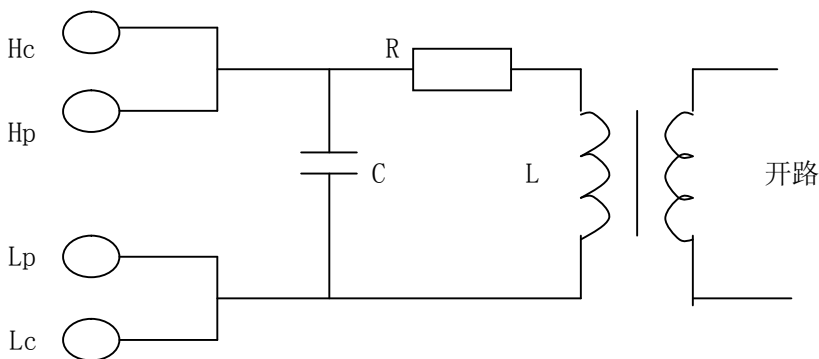
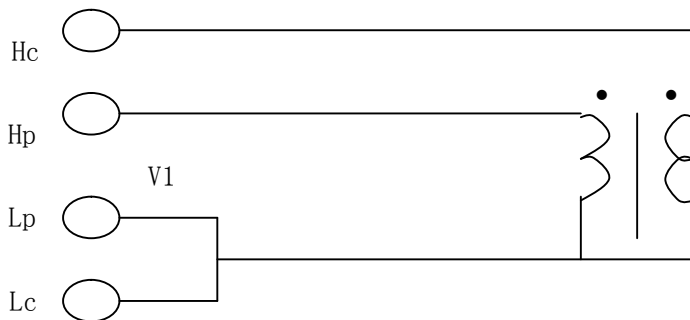

图 5-8 初、次级电感测量
图 5-11 互感量的测量
- **初、次级电感量的测量：**使用图 5-8 的方法，可直接测量初级电感量 (L1) 和次级电感量 (L2)，测量参数用 Ls-Rs 还可以同时测等效串连电阻。注意测量时应使其他绕组开路，测量结果包括电容 C 的影响。
- **互感量的测量：**将变压器如图 5-11 连接，测量参数选用  $L$ ，可直接测得互感量，测量时注意同名端的连接。
- **匝比的测量：**本仪器需要通过两步测量才能得到匝比。测量时可打开电压、电流监视 ( $V_m/I_m$ )，使显示器显示电压和电流值，首先按照图 5-8 测量初级阻抗，记录下初级电压读数  $V_1$  及阻抗  $Z_1$ ，然后 Hc 与 Lc 不动，将 Hp 和 Lp 接至次级测量，见图 5-12，并如图 5-11 一样将初次级在低端联在一起，记下次级电压读数  $V_2$  及阻抗  $Z_2$ 。